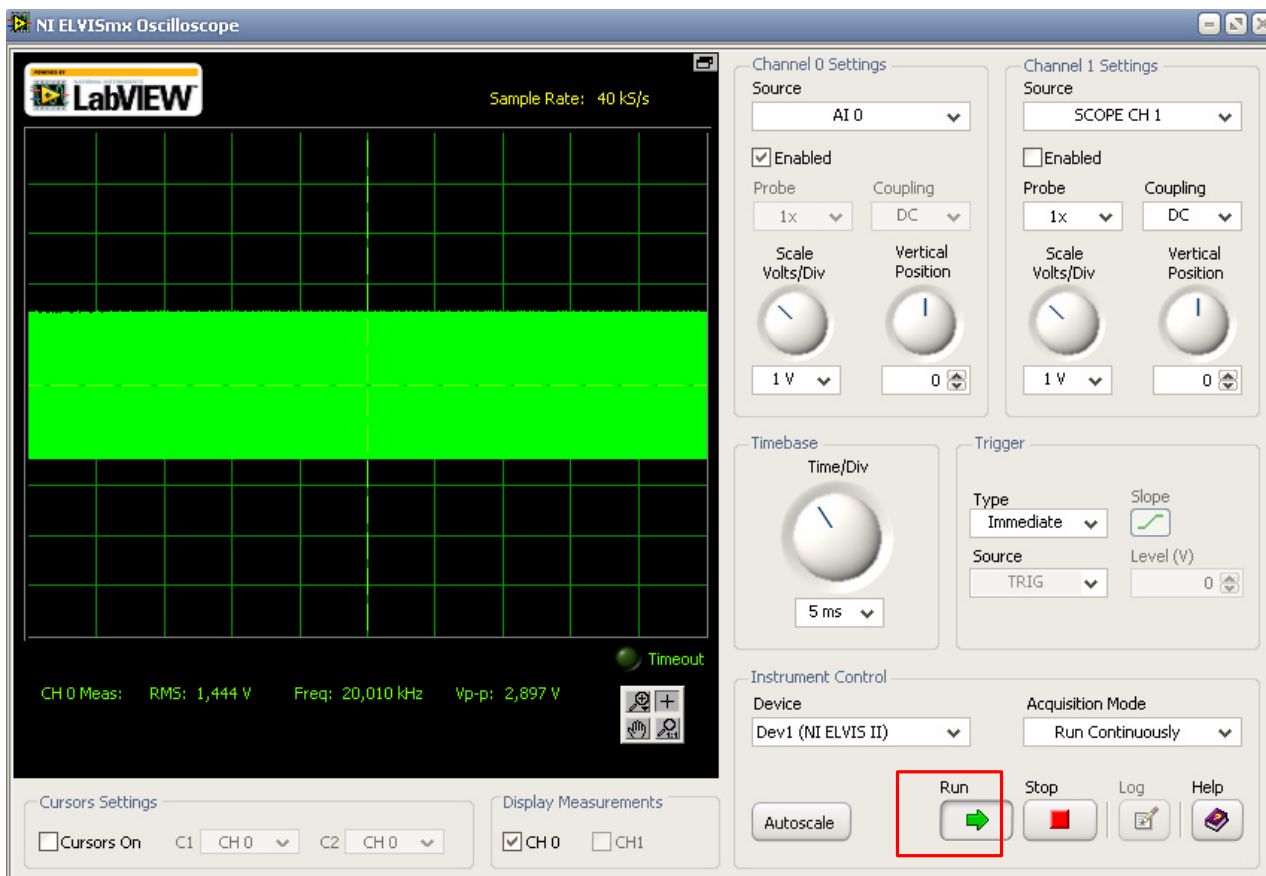

Рисунок 5 – Включение осциллографа
1. Включите генератор и осциллограф. В результате, в поле экрана осциллографа должен появиться сигнал (рисунок 5).